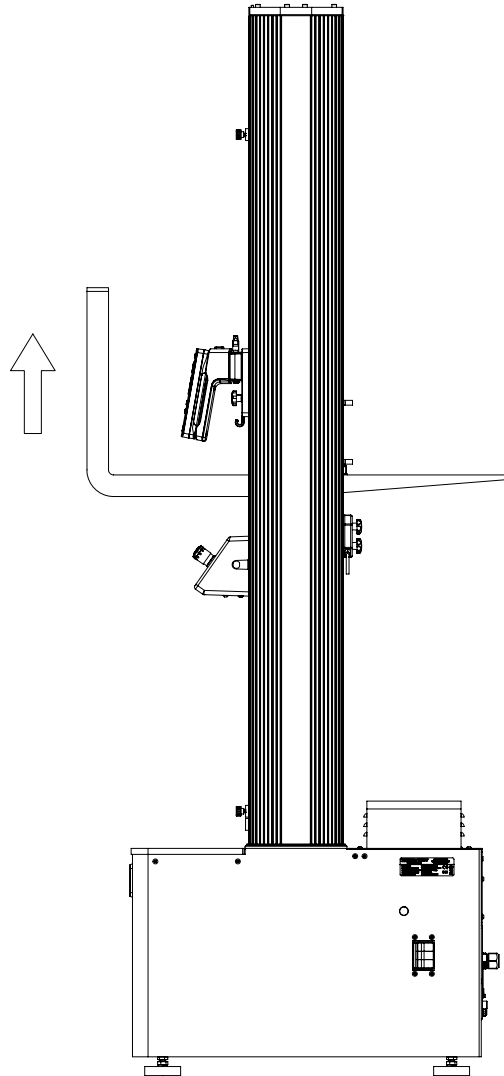

Figura 23. Elevación del bastidor desde la cruceta
1. Usando una carretilla elevadora con palas acolchadas o material de protección alrededor de la cruceta, introduzca con cuidado las palas por debajo de la cruceta entre las columnas. Consulte Figura 23 en la página 79.